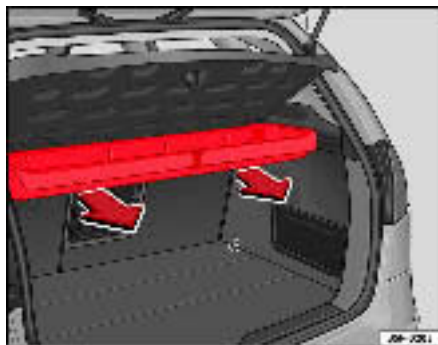

Fig. 125 Démontage du casier de rangement
- Tirer vers l'extérieur jusqu'à débloquer le casier des axes de rotation ⇒ fig. 125.